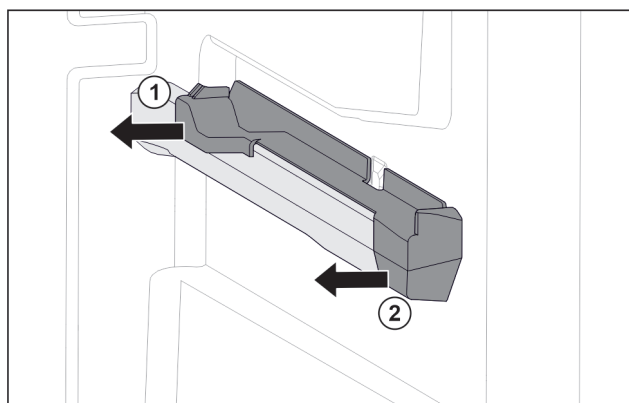

Fig. 93 Tillsats på den högra behållarens galler
- ▶ Dra bort tillsats i bak i sidled. Fig. 93 (1)
- ▶ Dra bort tillsats i fram i sidled. Fig. 93 (2)